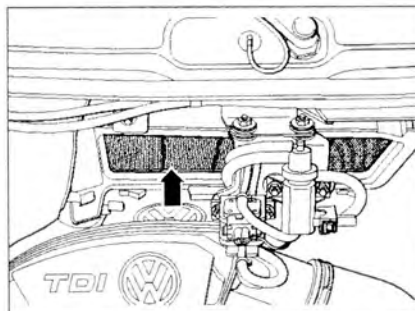

Рис. 1.7. Снимите фильтрующий элемент (стрелка).
4. Снимите фильтрующий элемент (стрелка) (рис. 1.7).